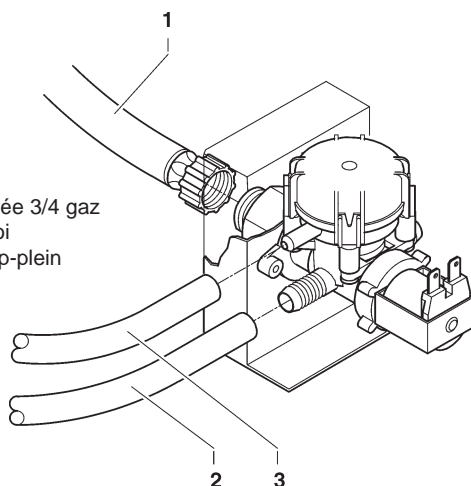

Fig. 19
Faire couler l'eau du réseau hydraulique jusqu'à ce qu'elle soit tout à fait claire et sans traces de salissures. Avec un tube approprié, à même de supporter la pression de réseau, et du type reconnu pour emploi alimentaire avec un diamètre interne d'au moins 6 mm, relier le réseau au raccord 3/4" gaz de l'électrovanne de l'arrivée d'eau (voir fig. 19).
L'électrovanne d'entrée de l'eau (voir fig. 19) est équipée d'un dispositif anti-débordement, qui bloque mécaniquement l'entrée d'eau lors d'une panne de l'électrovanne ou du mécanisme de contrôle du niveau d'eau dans la chaudière.
- dévisser l'écrou de fixation du tuyau d'alimentation de l'électrovanne pour décharger la pression résiduelle du réseau puis le resserrer (voir fig. 19) ;